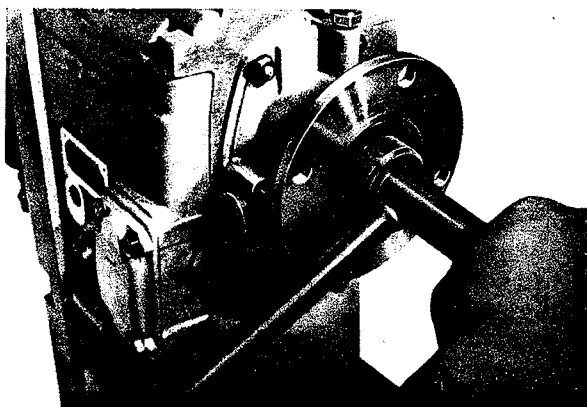

Fig. 2
- 4.1 Engager 2 vitesses. Desserrer l'écrou à rainures (434) à l'aide de la clé en tube à ergots „2" (fig. 2) et extraire la bride d'entraînement de sur l'arbre.